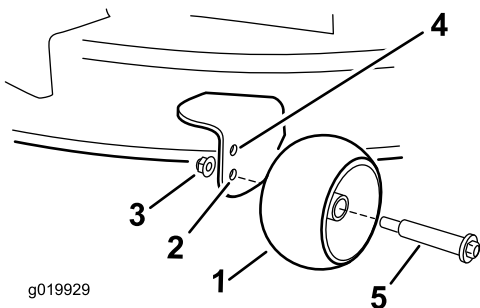

Figura 32
- Furo superior – utilize esta posição com plataforma de corte nas posições de altura de corte de 63 mm e inferiores (**Figura 32**).
- Furo inferior – utilize esta posição com plataforma de corte nas posições de altura de corte de 76 mm e superiores (**Figura 32**).